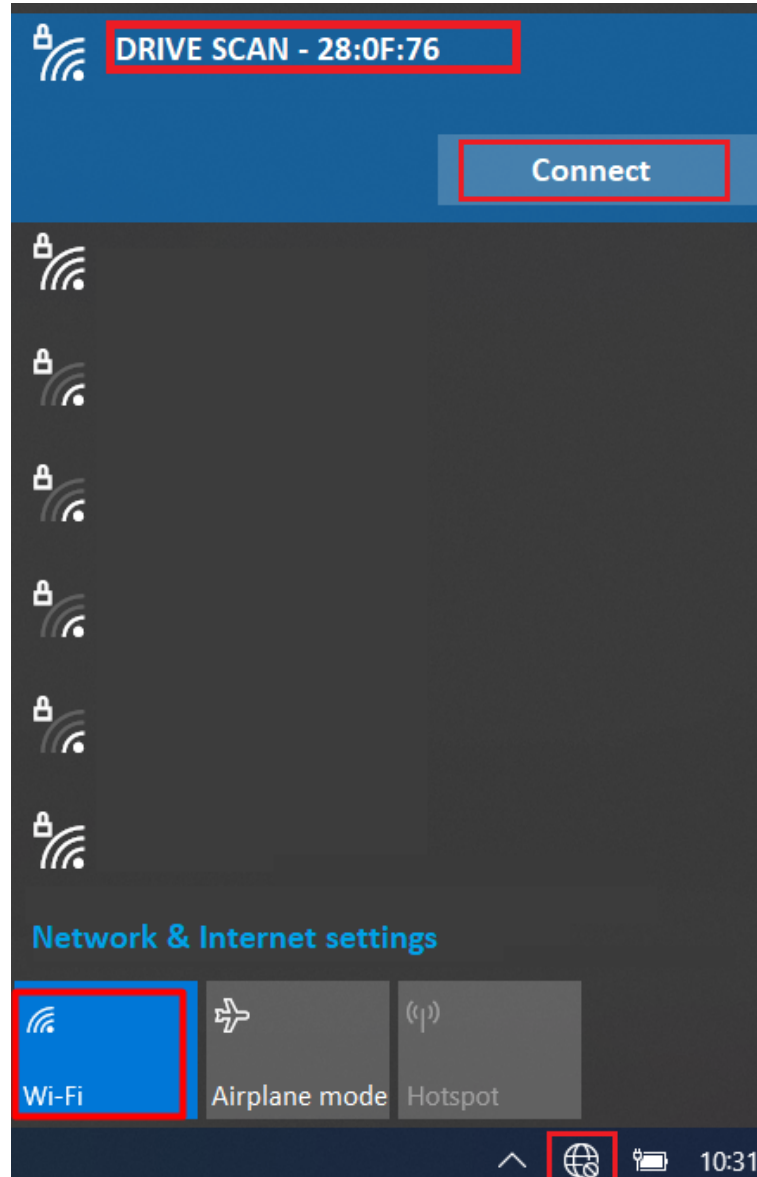

Figura 7.2: Conectando ao WEGscan 1000 via Wi-Fi AP
Passo 1 (via Wi-Fi AP) Com o WEGscan 1000 ligado e por perto, acesse a lista de dispositivos Wireless disponíveis (Windows), conforme a Figura 7.2. No caso ilustrado como exemplo, o ponto de acesso do WEGscan 1000 tem a rede nomeada por “WEGscan 1000 - 28:0F:76”.